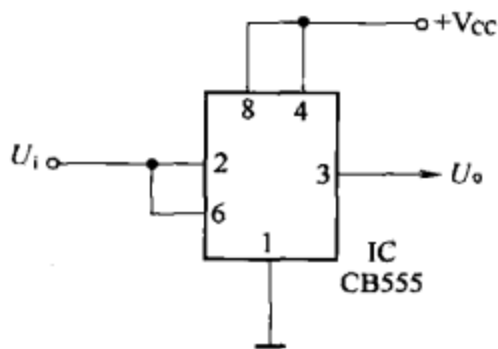

图 7-50
施密特工作模式下, 时基集成电路构成施密特触发器, 是常用的波形整形电路。如图 7-50 所示, 时基集成电路的置“1”端(②脚)和置“0”端(⑥脚)并接在一起作为施密特触发器输入端。
(1) 当输入信号 $U_i \geq \frac{2}{3} V_{CC}$ 时, 输出信号(③脚) $U_o = 0$ 。
(2) 当输入信号 $U_i \leq \frac{1}{3} V_{CC}$ 时, 输出信号(③脚) $U_o = 1$ 。